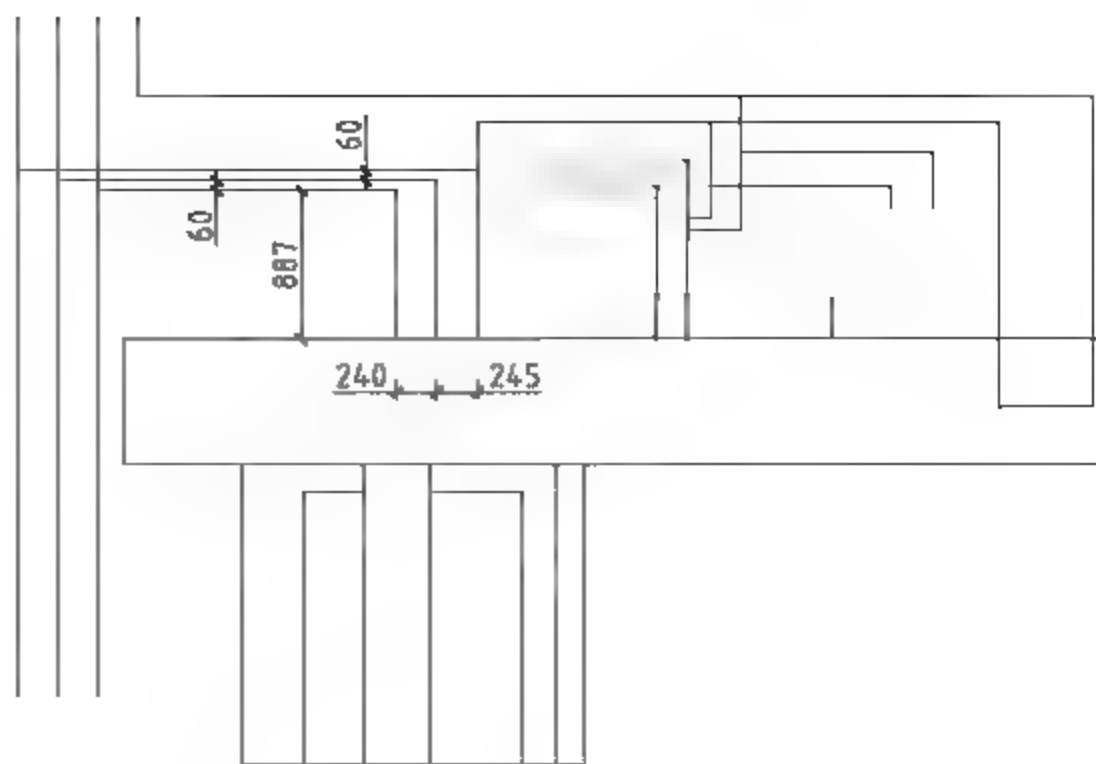

图10-11 绘制结果
- 08** 按Enter键重复调用L【直线】命令，绘制如图10-11所示的连接线路。